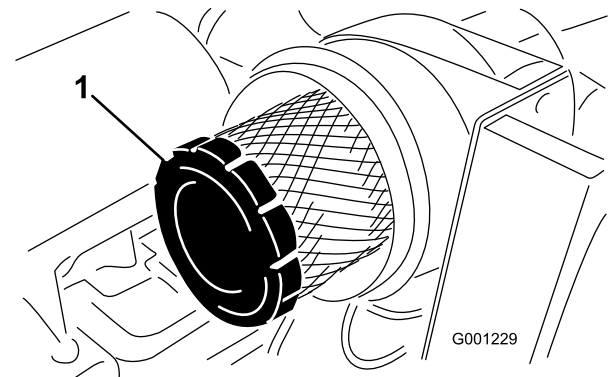

Figure 47
4. Déposez et remplacez l'élément primaire (Figure 47).